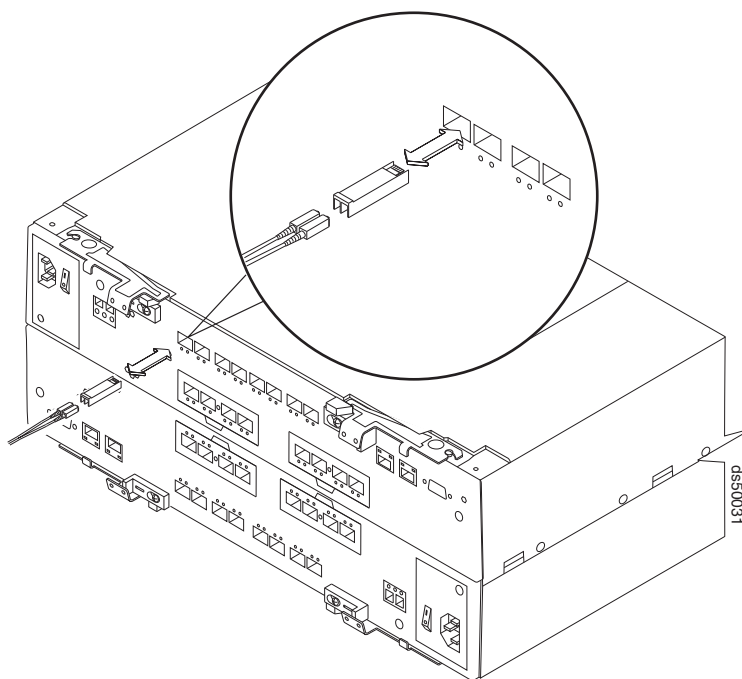

图 25. 在支持的 DS5000 存储子系统中安装 SFP 模块和 LC-LC 电缆
2. 如图 25 所示，将 LC-LC 光缆连接到 SFP 模块。
注：图 25 显示 DS5000 存储子系统。所示的 DS5000 存储子系统仅用于举例说明目的。